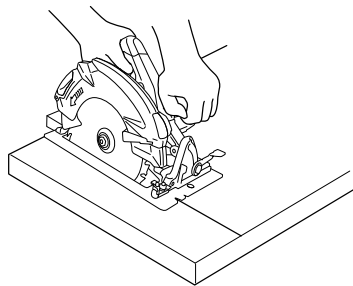
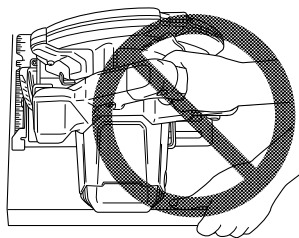

Fig. 2
Fig. 3
*A titre d'exemples, la Fig. 2 montre la façon CORRECTE de couper l'extrémité de la planche, et la Fig. 3 montre la façon INCORRECTE. Si la pièce est trop courte ou trop petite, la fixer.*